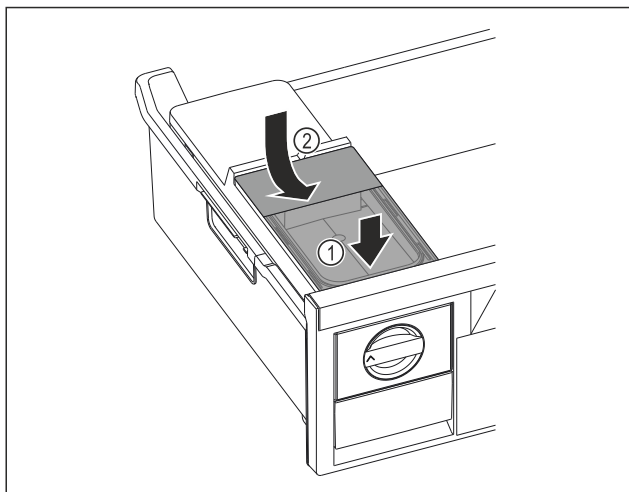

Fig. 72
- ▶ Помістити бак для води спереду. Fig. 72 (1)
- ▶ Опустити бак для води ззаду. Fig. 72 (2)